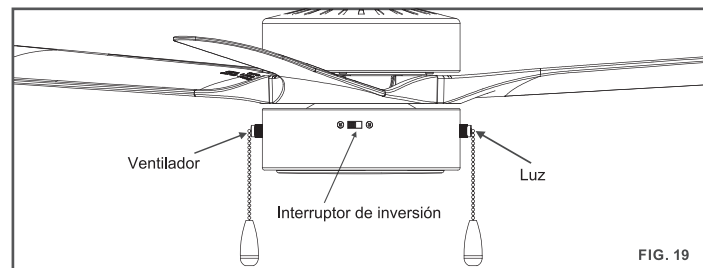

FIG. 19
Paso 1. Levanta con cuidado el difusor hacia el ventilador, alineando las lengüetas de la carcasa del interruptor con las muescas del difusor y encájalo en la carcasa del interruptor. Gira con cuidado el difusor (hacia la derecha) hasta que se coloque en su sitio en la carcasa del interruptor. **NO APRIETES DEMASIADO.** (Fig. 19)
Paso 2. Instala las extensiones de las cadenas en las cadenas para halar. (Fig. 19)